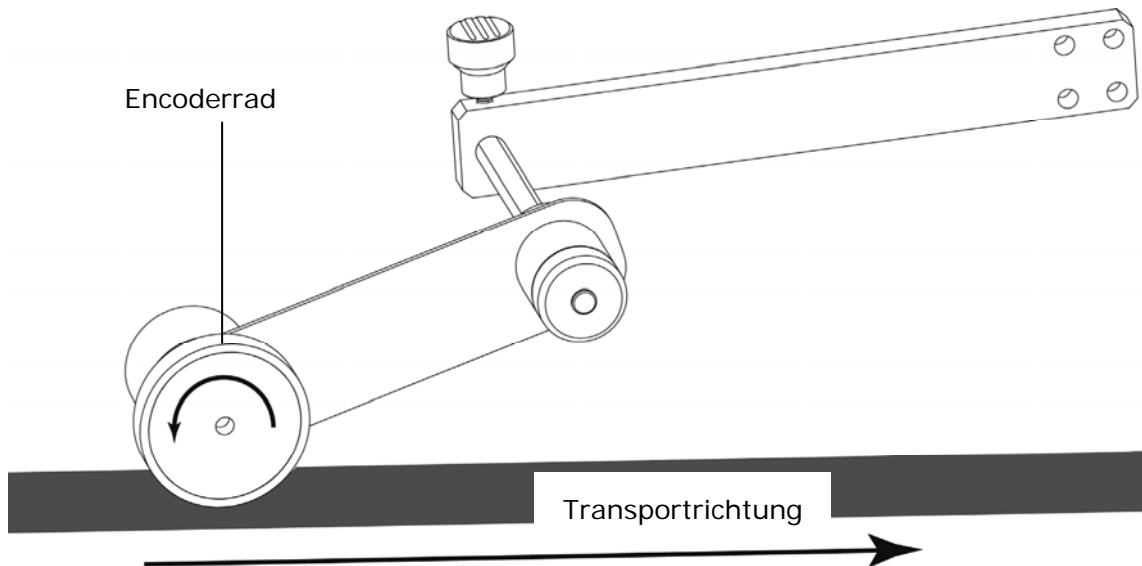

Abbildung 13: Drehrichtung des Encoderrades
- Montieren Sie das Encoderrad, damit sich das Rad entgegen dem Uhrzeigersinn dreht, wie in Abbildung 13 veranschaulicht.